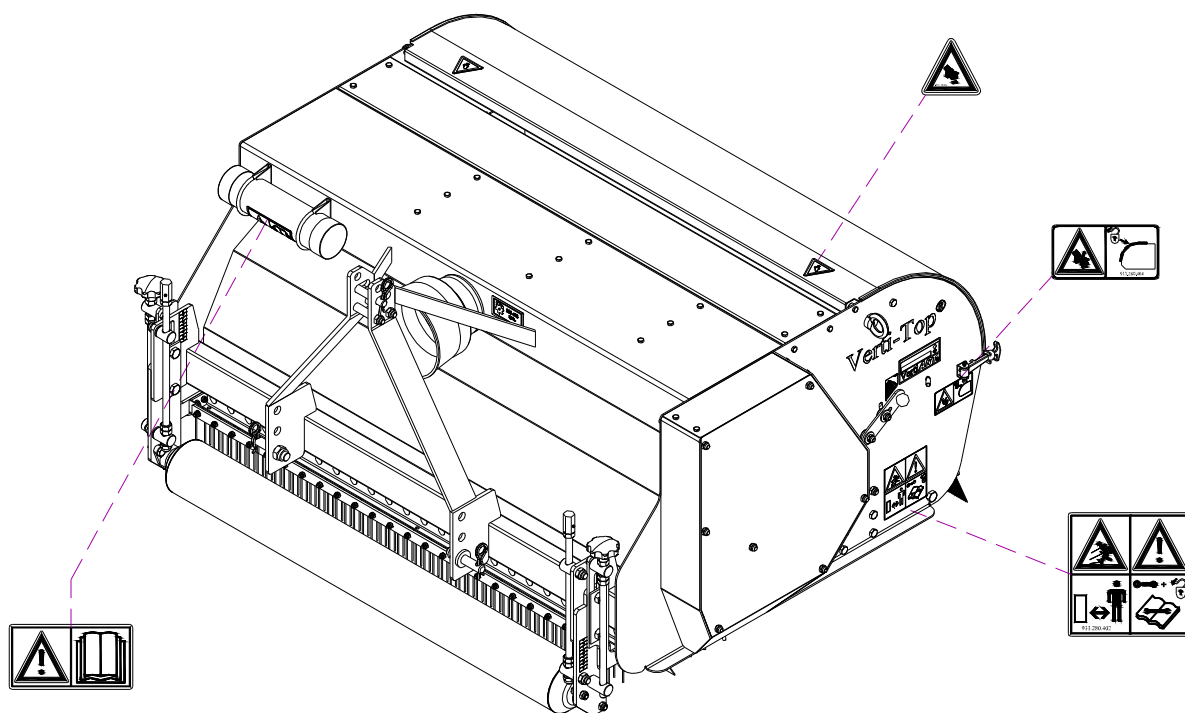

Fig. 7
A ambos lados del Verti-Top hay en la cubierta lateral y en la cubierta en la parte trasera (Fig. 7) pegatinas de seguridad (Fig. 4, 5, 6) con un significado parecido. Estas pegatinas de seguridad siempre deben ser bien visibles y legibles y deben ser repuestas cuando son dañadas.
7. Colocación de pegatinas de seguridad (a ambos lados de la máquina). (Fig. 7)